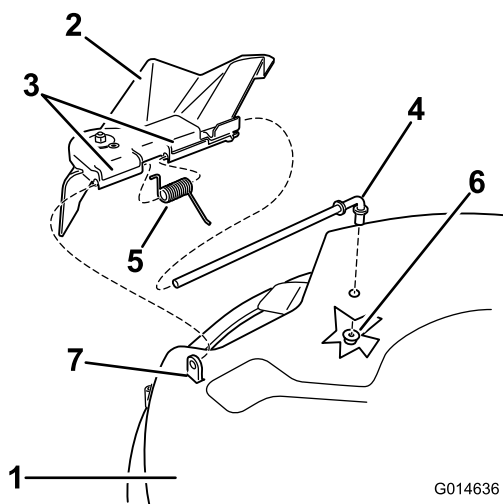
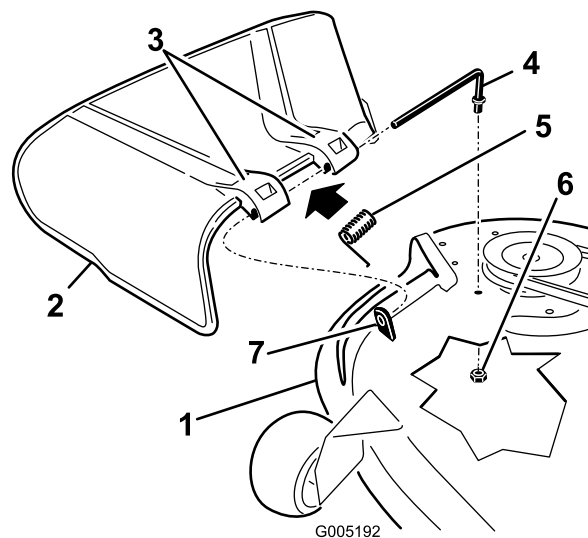

Figura 73
Figura 74
1. Remova a porca ($\frac{3}{8}$ pol.) da barra debaixo do cortador (Figura 73 e Figura 74).
2. Faça deslizar a barra para fora da parte saliente curta, da mola e do defletor de relva (Figura 73 e Figura 74).
4. Substitua o defletor de relva (Figura 73 e Figura 74).
7. Faça a barra deslizar pelo segundo suporte do defletor de relva (Figura 73 e Figura 74).
9. Fixe a extremidade traseira da barra ao cortador com uma porca ($\frac{3}{8}$ pol.), como se mostra na Figura 73 e Figura 74.